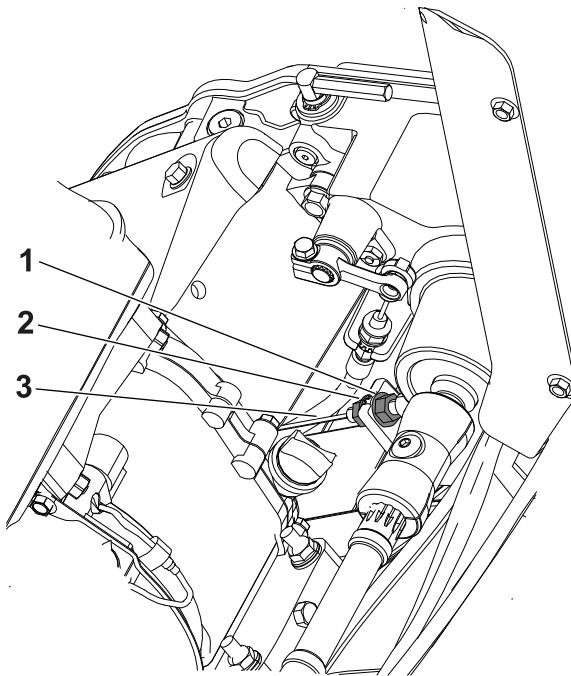

Рисунок 38
2. Ослабьте заднюю контргайку и затяните переднюю контргайку (Рисунок 38).